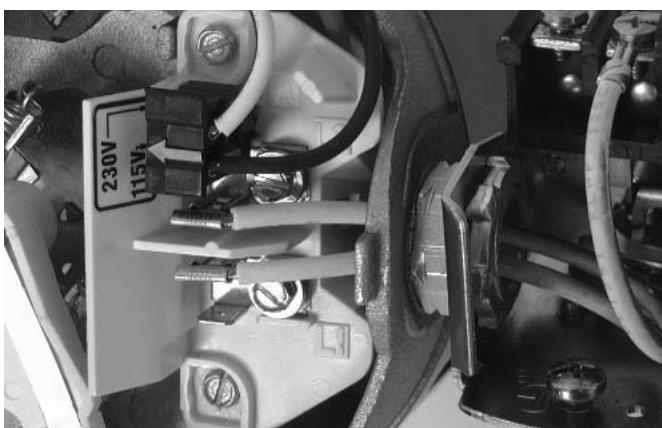

Figura 7:Tensión configurada para 115 V, tipo ficha.
3. Mueva la ficha de cambio de tensión a la posición de 115 V. Ahora la ficha cubrirá 2 lengüetas metálicas y la flecha en la ficha quedará alineada con la flecha de 115 V en la etiqueta (consulte la Figura 7).